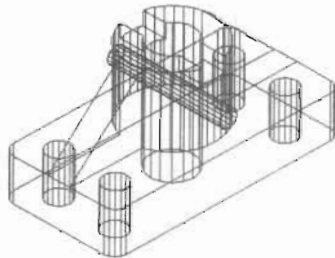

图 15-66
(5) 选择上一步绘制的圆, 然后在命令行中输入 Extrude 命令, 将其拉伸出 40 的长度, 如图 15-66 所示, 命令执行过程如下。